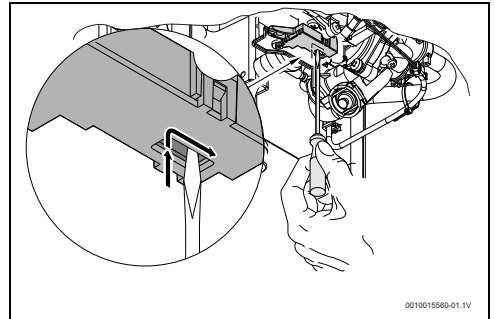

Fig. 24 Resetear el microinterruptor
- ▶ Posicionar el microinterruptor según la fig. 24.